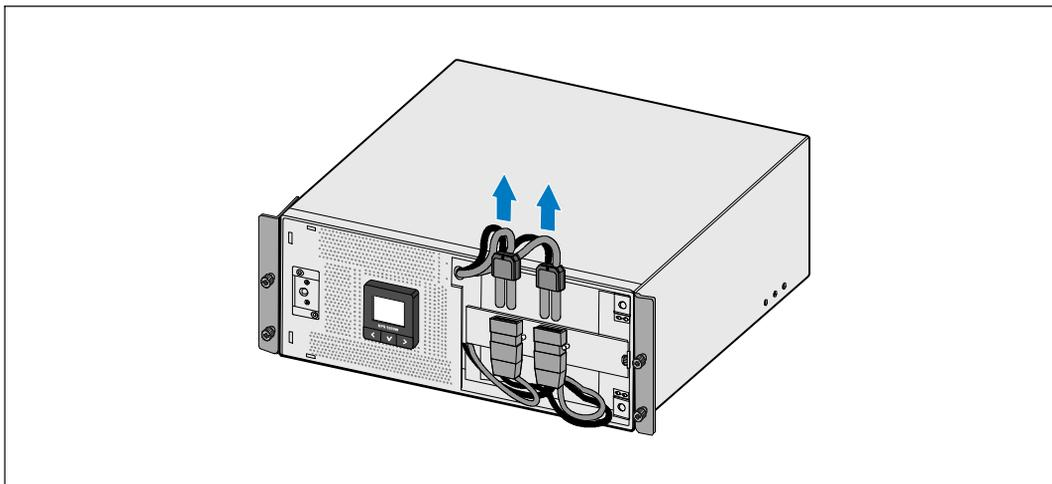

Figura 25. Desconexión de los conectores de la batería interna
- 4 Desconecte los conectores de la batería interna (ver Figura 25).